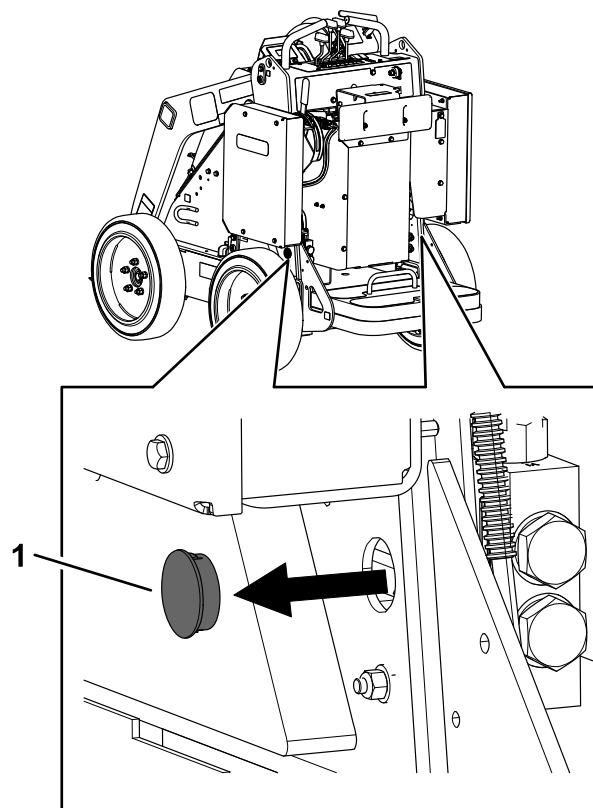

Figura 15
2. Remova a tampa que cobre cada válvula de reboque (Figura 15).